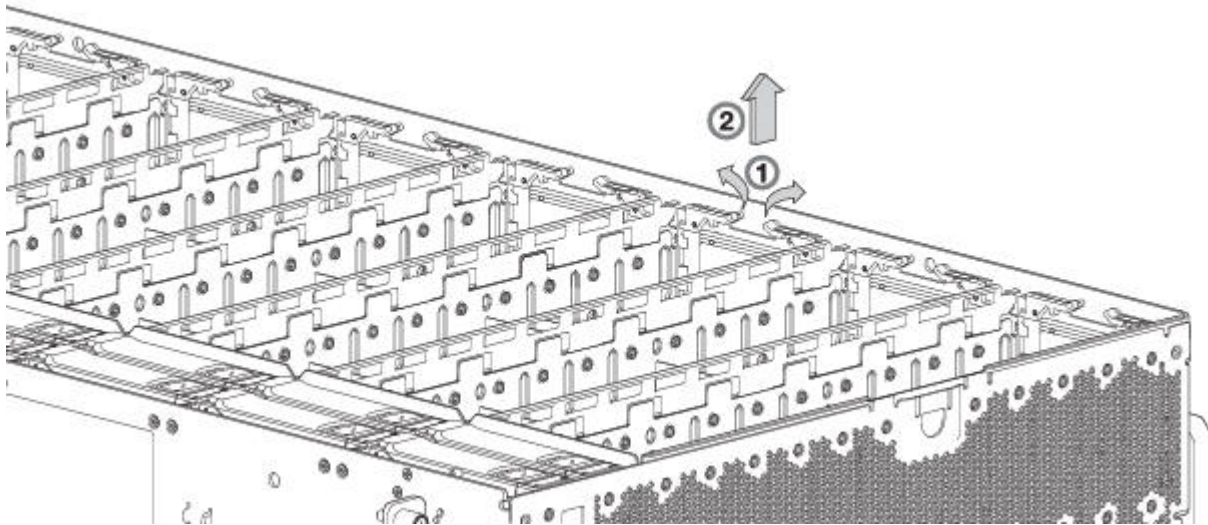
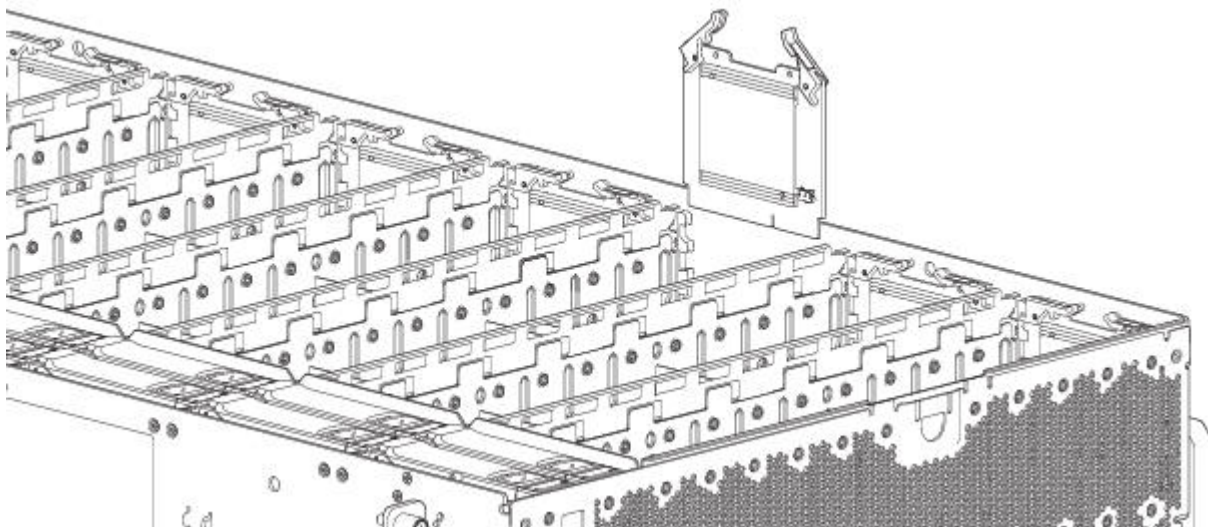

図 68. HS 拡張機構の取り外し (1/2)
図 69. HS 拡張機構の取り外し (2/2)
2. 89 ページの図 68 に示されているように、障害のある HS 拡張機構において、2 つのプラスチック・スイングアームをそれぞれ親指と人差し指でつまみます。
3. 図 69 に示されているように、各スイングアームを上に戻し、PCBA キャリアをスロットから解放します。
この手順を実行する際には、図 68 および図 69 を参照してください。ただし、ここではモジュールを（取り外すのではなく）スロットに挿入するため、矢印の向きは無視してください。